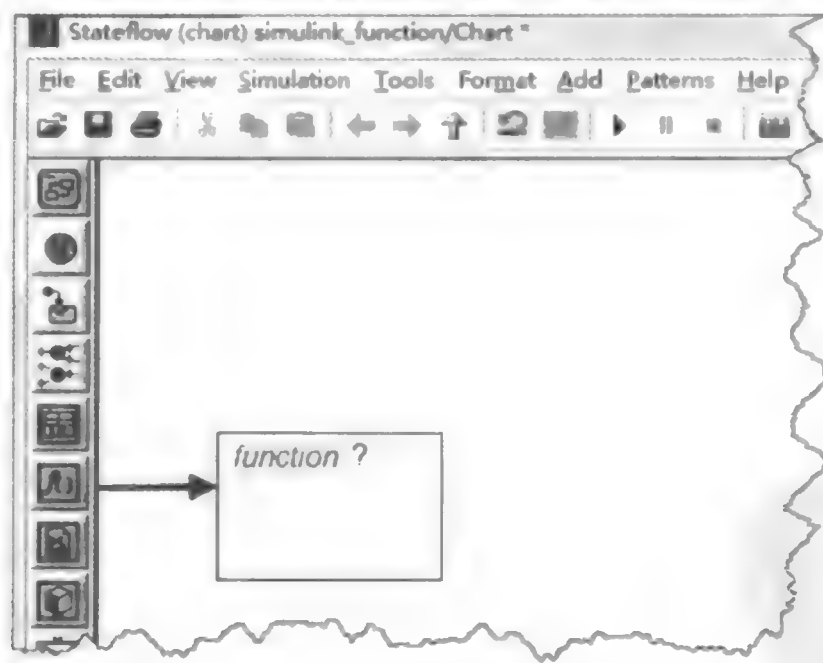

图 3.6.4 添加图形函数
(1) 先创建一个包含 Stateflow 图表的 Simulink 模型,然后单击图表编辑器中图形工具栏的图形函数按钮,即可在编辑器空白位置添加图形函数,如图 3.6.4 所示。